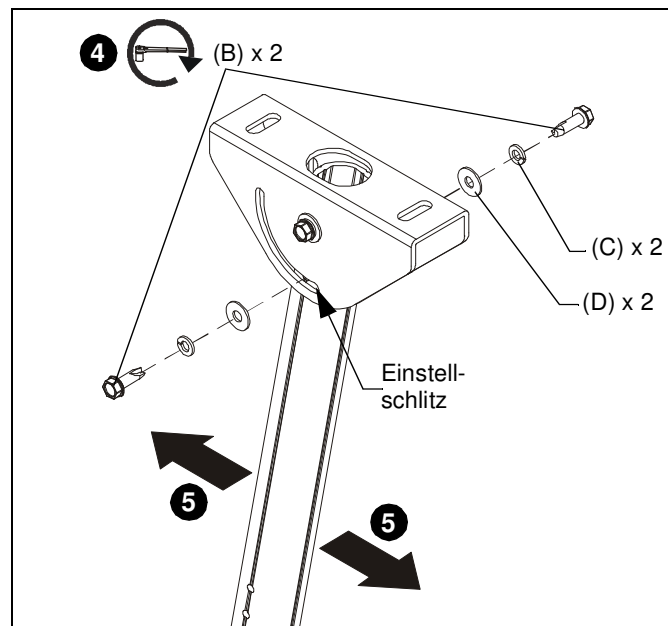

Abb. 4
4. Fahren Sie mit der Befestigung der Ausziehsäule am CPA395 fort, indem Sie zwei selbstschneidende 5/16-18 x 1"-Sechskantschrauben (B) mit zwei 5/16"-Federscheiben (C) und zwei 5/16"-Unterlegscheiben (D) durch die Einstellschlitze im CPA395 locker in die jeweils dritten Löcher der Ausziehsäule schrauben. (Siehe Abb. 4)
5. Bringen Sie die Ausziehsäule in den gewünschten Winkel. (Siehe Abb. 4)